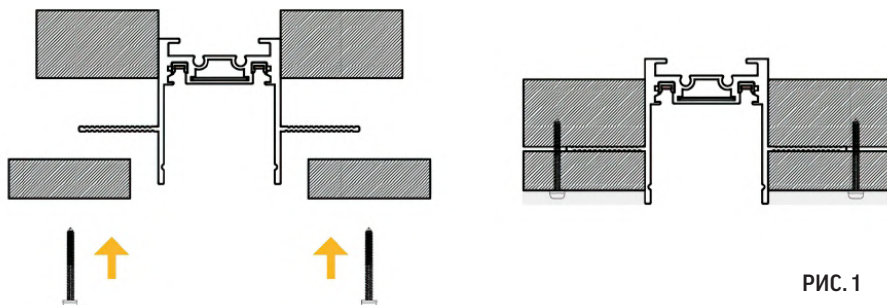

РИС. 1
- ▶ 1.1. Шинопровод для монтажа в гипсокартонный потолок может быть установлен с использованием двух слоев гипсокартона. (Рис. 1)